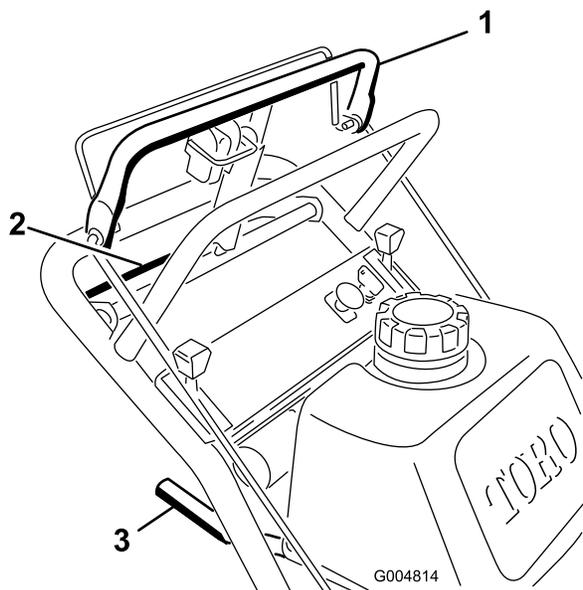
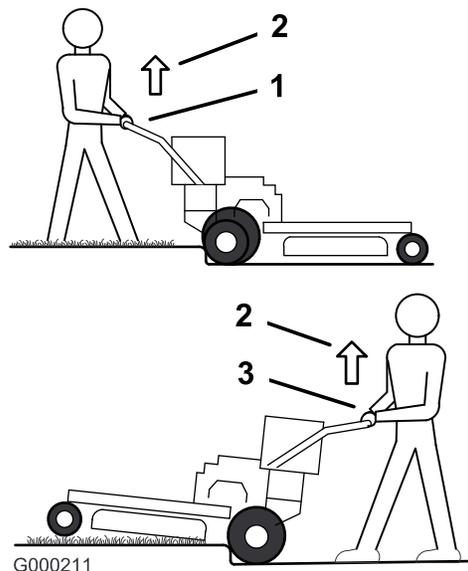

Figure 10
Figure 11
1. Pour vous déplacer en marche avant, sélectionnez une vitesse en marche avant (Figure 10).
3. Appuyez lentement sur la barre de commande supérieure pour avancer (Figure 10).
Pour vous déplacer en ligne droite, appliquez une pression égale aux deux extrémités de la barre de commande supérieure (Figure 10).
Pour tourner, relâchez la pression sur le côté de la barre de commande supérieure dans la direction que vous voulez prendre (Figure 10).
3. Rapprochez lentement la barre de commande inférieure de la poignée inférieure du guidon pour vous déplacer en marche arrière (Figure 10).
3. Conduisez la machine jusqu'à ce que les roues pivotantes rencontrent la bordure (Figure 11).
4. Appuyez sur la poignée inférieure du guidon pour soulever l'avant de la machine (Figure 11).
5. Conduisez la machine jusqu'à ce que les roues motrices rencontrent la bordure (Figure 11).
6. Abaissez l'avant de la machine (Figure 11).
7. Engagez la barre de commande inférieure et soulevez la poignée inférieure du guidon simultanément pour monter sur la bordure (Figure 10 et Figure 11).
3. Conduisez la machine jusqu'à ce que les roues motrices rencontrent la bordure (Figure 11).
- Engagez la barre de commande inférieure et soulevez la poignée inférieure du guidon simultanément (Figure 10 et Figure 11).